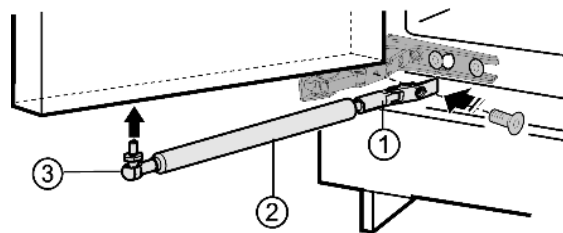

Fig. 5
- ▶ Visser le support Fig. 5 (1).
- ▶ Visser le pivot Fig. 5 (3) à rotule avec l'amortisseur de fermeture Fig. 5 (2) dans le trou de fixation.